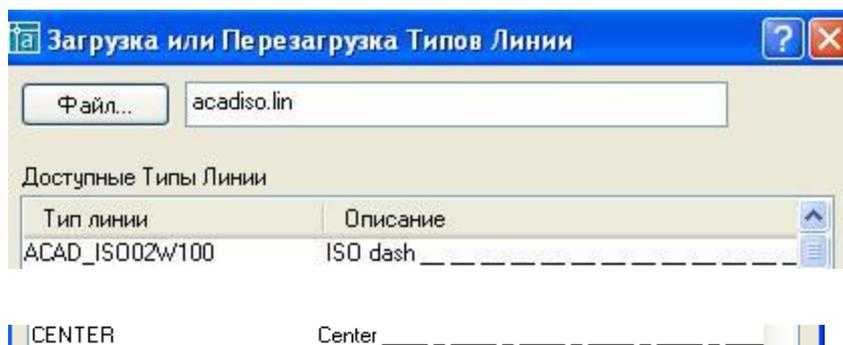

Рис. 1.4. Диалоговое окно Перезагрузки типов линий
4. На экране появляется диалоговое окно **Загрузка или Перезагрузка Типов Линий**, в котором рекомендуется выбрать линии **ISO dash (Штриховая)** и **Center (Осевая)** (Рис. 1.4).